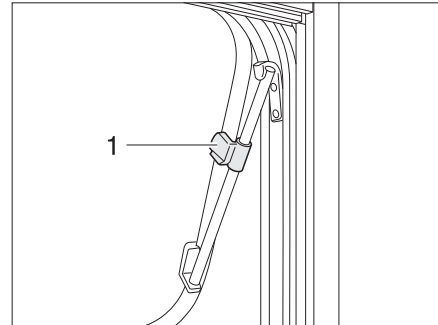

Fig. 35 Ventana abatible con soportes giratorios, abierta
- Abrir la ventana abatible hasta la posición deseada y fijarla con el botón moleteado (Fig. 35,1).
- Girar el botón moleteado (Fig. 35,1) hasta que se libere el bloqueo.